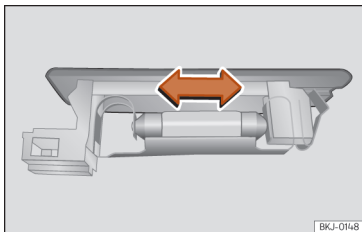

Fig. 168 Luz da bagageira.
- Pressione a lâmpada lateralmente e retire-a do alojamento >>> **Fig. 168.**